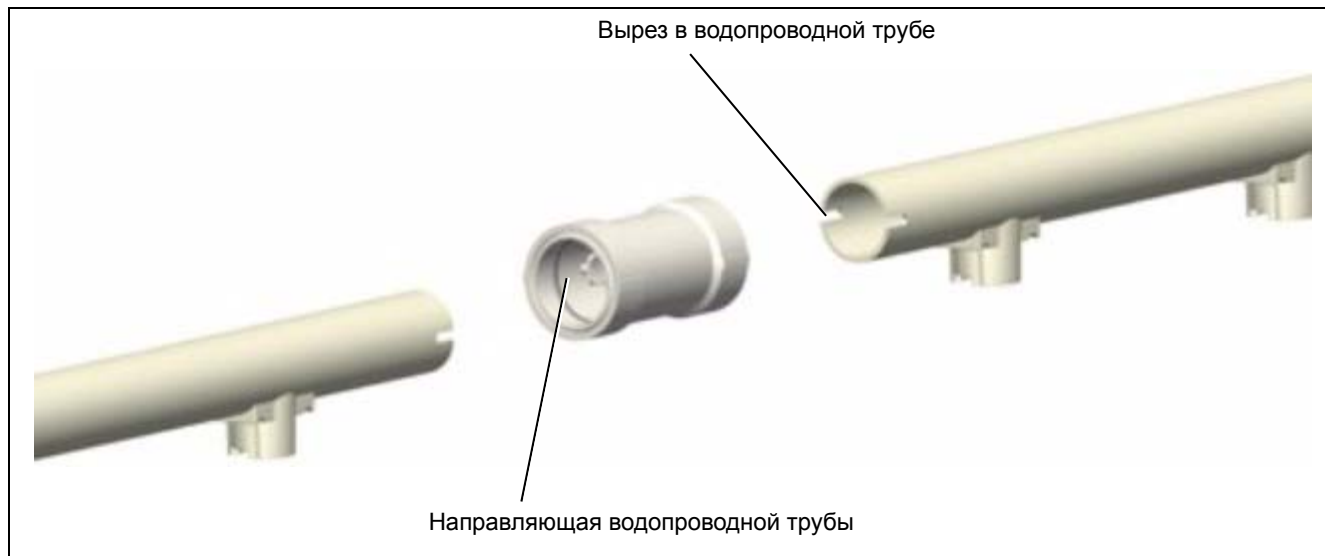

Рисунок 6H
5. Подсоедините оставшиеся водопроводные трубы, выравнявая направляющие, надевая соединительный элемент на предыдущую трубу и вставляя следующий отрезок в соединительный элемент. (См. Рисунок 6H.) Продолжайте устанавливать крепления подвески (CW-10008) на удлиняющуюся трубу.